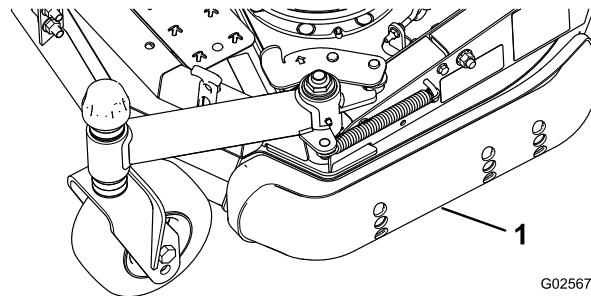

Figura 4
- Afloje el tornillo situado en la parte delantera de cada patín. (Figura 4).